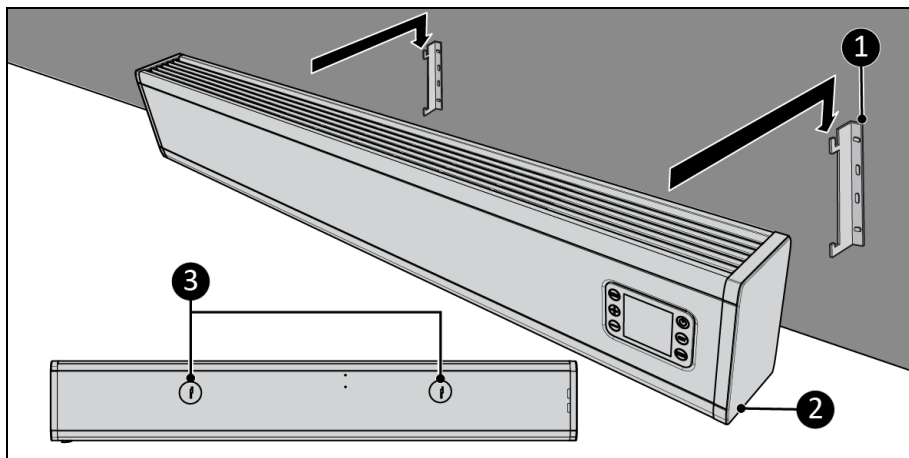

Figur 9
1. Enheden skal anbringes på en vandret og solid overflade. Brug et vaterpas, når du placerer enheden (figur 9, pos. 1).
2. Anbring enheden med en minimumsafstand (figur 9) på: